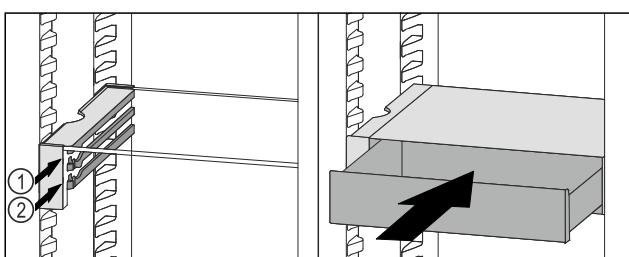

Fig. 111
- Zásuvku VarioSafe nasadte za zarážkami na požadovanom rebre Fig. 111 (1) alebo Fig. 111 (2).